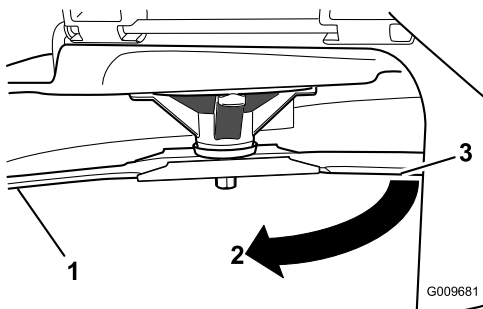

Figura 47
3. Distancia medida entre la cuchilla y la superficie (A)
4. Gire la misma cuchilla 180 grados de manera que el otro filo de corte esté en la misma posición (Figura 47).